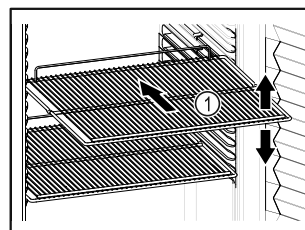

Fig. 75 Примерно изображение
- ❑ Ако стелажите за съхранение Fig. 75 (1) могат да се местят, регулирайте ги според височината.